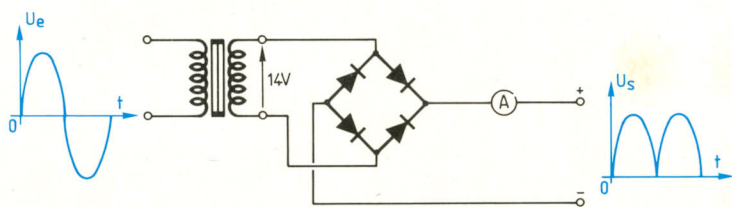

Fig. 1a : Chargeur élémentaire à 4 diodes montées en pont.
- une cellule composée de quatre éléments redresseurs montés en pont (figure 1a). Les anciennes cellules étaient au sélénium ; actuellement, on utilise des diodes au silicium.